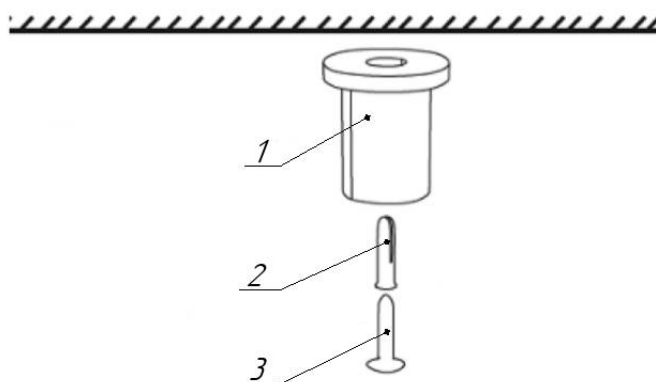

Рисунок 2 - Схема установки подвесов светильника
5.3.1. Прodelайте отверстия в потолке и прикрутите крепежную часть троса (см. рисунок 2).